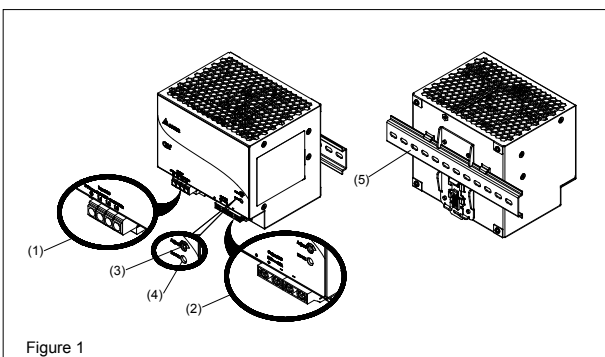
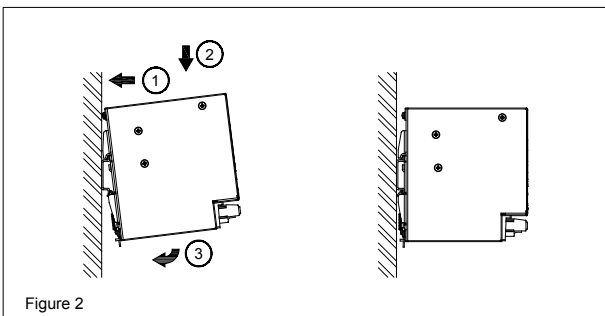

Figure 1
Figure 2
3. Mounting (Fig. 2)
Snap on the DIN rail as shown in Fig. 2:
5.1. Input connection (Fig. 1, Fig. 5)
5.2. Output connection (Fig. 1 (2))
Use the “+” and “-” screw connections to establish the 24Vdc connection. The output provides 24Vdc. The output voltage can be adjusted from 24 to 28Vdc on the potentiometer. The green LED DC OK displays correct function of the output (Fig. 1 (4)). The device has a short circuit and overload protection and an over voltage protection limited to 35Vdc.
2. Description de l'appareil (Fig. 1)
- Potentiomètre de réglage de tension continue (CC)
3. Montage (Fig. 2)
Encliquez le sur le rail DIN comme indiqué à la Fig. 2:
5.1. Raccordement d'entrée (Fig. 1, Fig. 5)
5.2. Raccordement de sortie (Fig. 1 (2))
Utilisez les bornes à vis « + » et « - » pour relier au 24Vdc. La sortie délivre un courant en 24Vc. La tension de sortie peut être réglée entre 24 et 28Vcc à l'aide du potentiomètre. Le voyant DEL OK vert indique le bon fonctionnement de la sortie (Fig. 1 (4)).